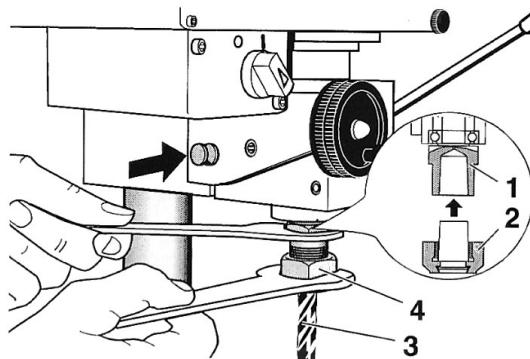
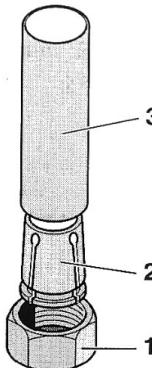

Fig. 7
Fig. 8
2. Einheit 2 (Fig. 7) in den Konus (1) der Hauptspindel einführen und Überwurfmutter leicht mit der Hand aufschrauben.
3. Das zur eingesetzten Spannzange passende Werkzeug (3) (Bohrer, Fräser) einsetzen.
4. Überwurfmutter (4) anziehen und dabei Spindel mit zweitem Schlüssel gegenhalten.
5. Zum Demontieren von Überwurfmutter 1 (Fig. 8) und Spannzange (2) das Rohrstück (3) auf den konischen Teil der Spannzange drücken und Überwurfmutter abnehmen.
2. Insert the assembly 2 (Fig. 7) into the tapered seat (1) in the main spindle and tighten the spigot nut lightly by hand.
3. Insert the appropriate tool (3) for the respective chuck (drill, milling cutter) etc.) into the clamp.
4. Tighten the spigot nut (4), thereby hold the spindle with a second open end spanner.
2. Introduire l'ensemble 2 (fig. 7) dans le cone (7) et visser légèrement l'écrou-raccord à la main.
3. Introduire l'outil correspondant (3) (foret, fraise, etc.) dans la pince.
4. Serrer l'écrou-raccord (4) en bloquant la broche à l'aide de la seconde clé.
2. Introdurre l'unità 2 (fig. 7) nel cono (1) del mandrino e avvitare leggermente il dado a risvolto alla mano.
3. Inserire l'utensile (3) (punta, fresa) adatto alla pinza inserita.
4. Serrare il dado a risvolto (4) tenendo fermo il mandrino con una seconda chiave.
5. Pour séparer l'écrou-raccord 1 (fig. 8) et la pince (2), placer le tube (3) sur le cone de la pince et pousser.
5. Per lo smontaggio del dado a risvolto 1 (fig. 8) e della pinza (2) infilare il pezzo tubolare (3) sulla parte conica della pinza e togliere il dado a risvolto.